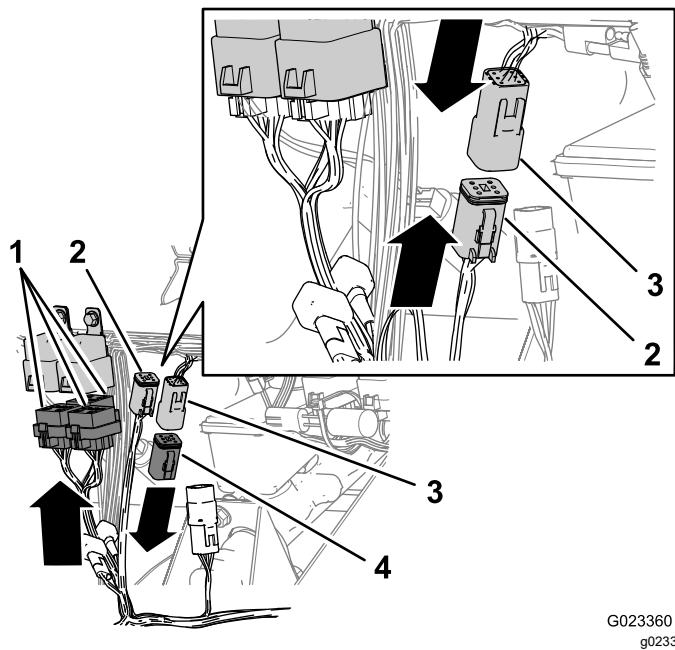

図 22
1. ワイヤハーネスのうち、5ソケットコネクタが3つついている枝線図22を、6リレーを取り付ける。(ページ7)で取り付けたリレーのところまで敷設する。
2. 5ソケットコネクタをリレーに接続する図22。
3. ハンドスロットルのアップ回路用6ピンコネクタについている抵抗を外す図22。
4. 車両用ハーネスのハンドスロットル用プルアップ回路用6ピンコネクタを、ハンドスロットルのプルアップ回路用の6ソケットコネクタに接続する図22。